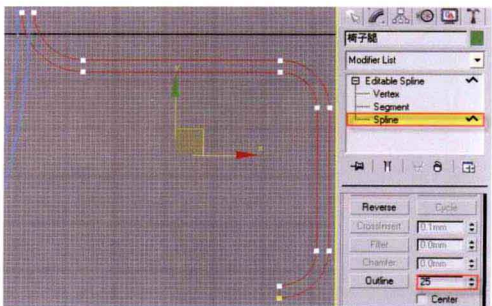

图1-26
**26** 选择“椅子腿”模型，切换到Spline（样条线）层级下，按【Ctrl+A】快捷键全选所有的线段，在Geometry（几何体）卷展栏下的Outline（轮廓）中输入数值为25，按【Enter】（回车）键结束，如图1-26所示。